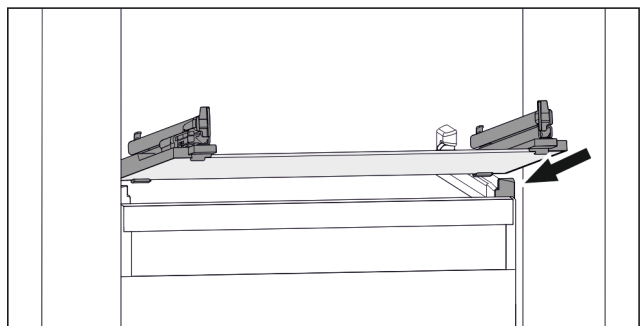

Fig. 63 Beispielhafte Darstellung der Glasplatte
- ▶ Glasplatte schräg hinter den Stopperrn aufsetzen. (zie Fig. 63)